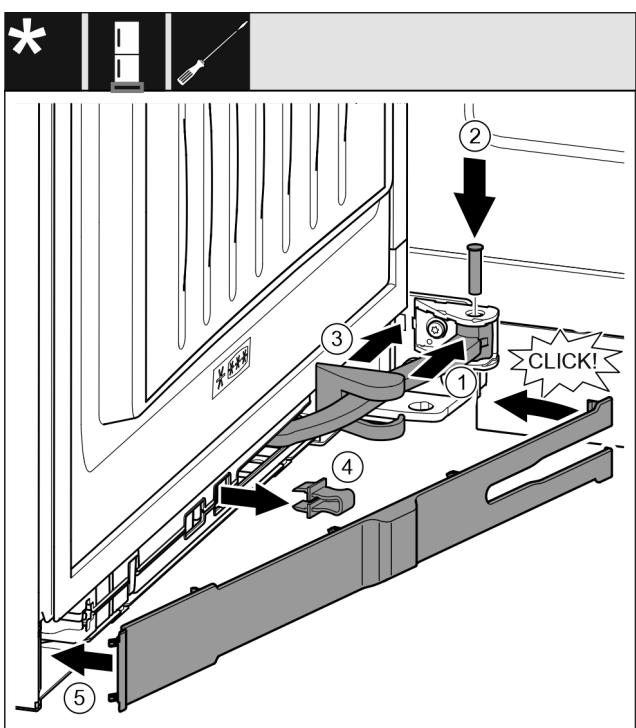

Fig. 47
- ▶ Rotiți articulația în sistemul de suspendare. Fig. 47 (1)
- ▶ Introduceți cu o șurubelnită T15 bolțul în sistemul de suspendare și articulație. Urmăriți ca respectiva camă de cuplare să fie așezată corect în canelură. Fig. 47 (2)
- ▶ Împingeți capacul suportului de lagăr de-a lungul articulației și montați-l deasupra sistemului de suspendare. Fig. 47 (3)
- ▶ Detaşați siguranța. Fig. 47 (4)
- ▶ Așezați și rabatați în interior masca pe partea mânerului. Fig. 47 (5)